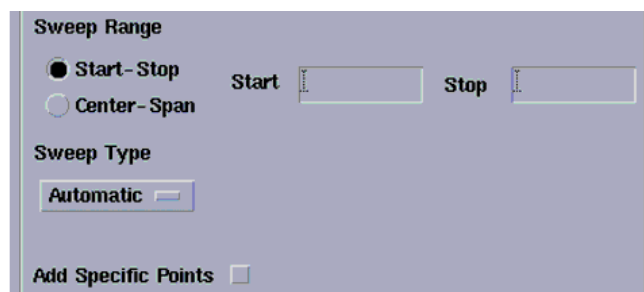

图 6.10 扫描范围的确定
- 如果选择的是“Design Variable”，“Temperature”，“Component Parameter”或“Model Parameter”，在“Sweep Range”栏指定扫描参数的范围和类型，如图 6.10 所示。输入扫描范围的上下限。